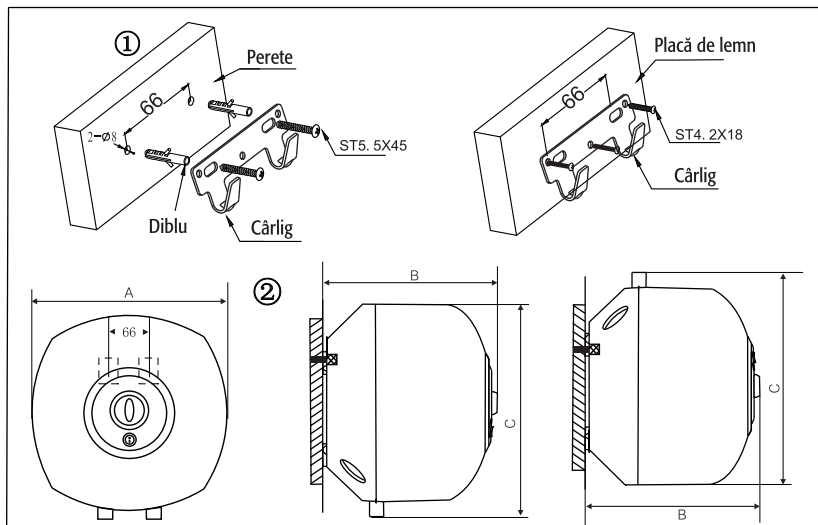

Figura 2
- ① Utilizați o mașină de găurit electrică pentru a face două găuri de Ø8 în perete. Distanța dintre cele două găuri trebuie să respecte indicațiile din figura 2.(66 mm)
- ② Introduceți diblurile în găurile efectuate astfel încât cârligele să fie orientate în sus.
- ③ Ridicați boilerul, agățați-l și fixați-l în cârlige.
- ④ Înălțimea găurilor trebuie stabilită ținând cont de poziția racordurilor hidraulice pe perete, de tipul conductelor hidraulice utilizate și de poziția racordurilor inferioare ale boilerului (a se vedea figura 2).